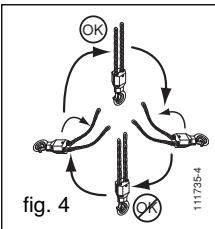

fig. 4
2. Kontroller at løftekæden ikke er blevet forvredet under opstilling, især hvad angår udgaven med 2 strenge (se fig.4).